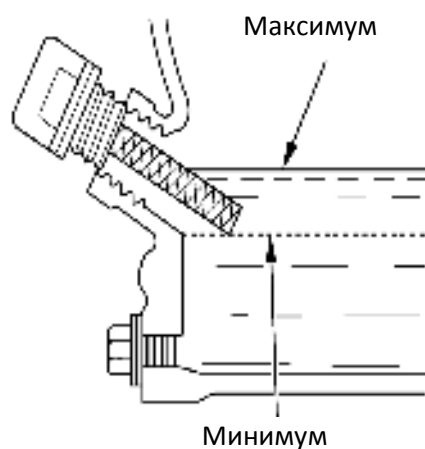

Рис.17
1. Открутите крышку/щуп картера (Рис.17).
4. Залейте рекомендованное масло до необходимого уровня. Нормальным считается уровень до нижнего края заливной горловины(Рис.17)